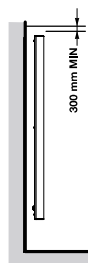

FIG. 6
- juste en dessous ou devant une prise de courant ou une boîte de dérivation (Fig. 6)
MISE EN GARDE: Ne jamais couvrir le dispositif de commande. (Fig. 6)